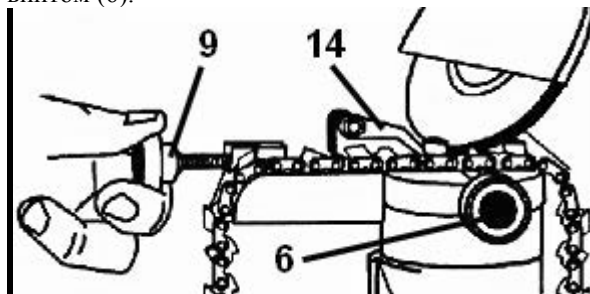

Рисунок 6
5.3.2 Настройте установочный клин (14) с помощью установочного винта (9), чтобы клин (14) располагался впрытк к затачиваемому звену и не давал цепи передвигаться в процессе заточки (Рис. 6). Зафиксируйте это положение винтом (6).